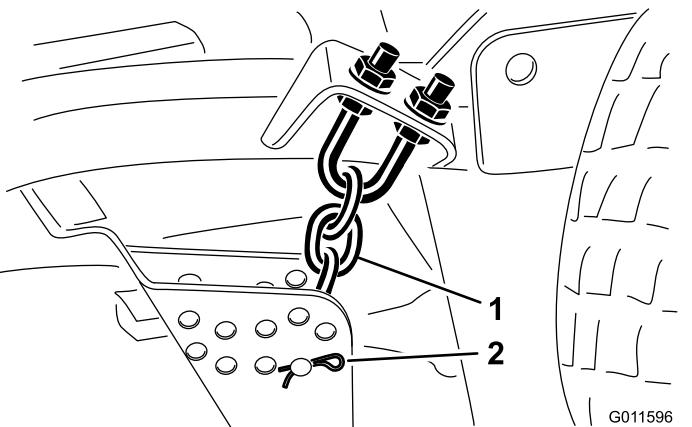

Bild 20
5. Entfernen Sie den Splint und den Lastösenbolzen, mit denen die Schnitthöhenkette an der Rückseite des Mähwerks befestigt ist (Bild 20).